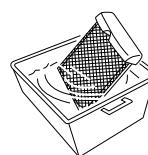

fig. 2
- Щоб очистити фільтр слід його прополососити або легко струсити. Якщо фільтр сильно забруднений, промийте його теплою водою з невеликою кількістю засобу для миття. (рис. 2)